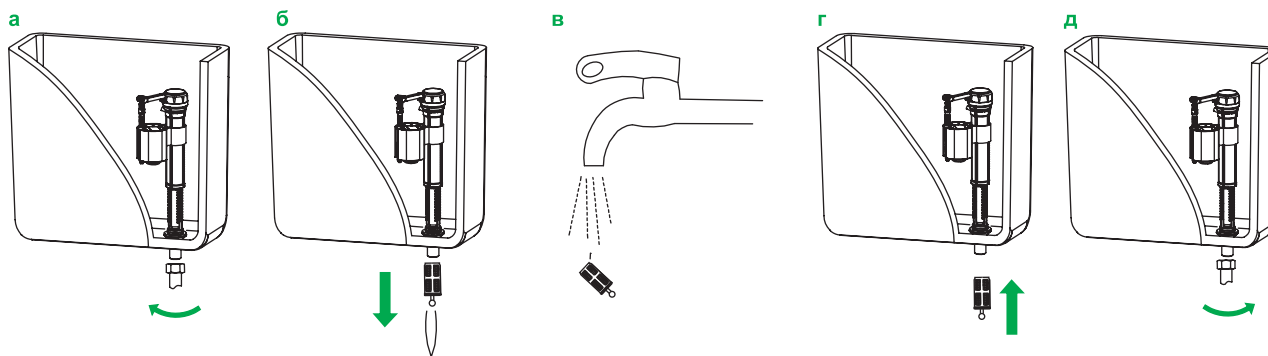

Рис. 15 / 15-сур.
2. Открутить шланг подводки воды (рис. 15а) и руками (или с помощью пинцета) извлечь фильтр-вставку из корпуса впускного клапана (рис. 15б).
3. Промыть фильтр (рис. 15в).
4. Собрать все в обратной последовательности (рис. 15г, д).